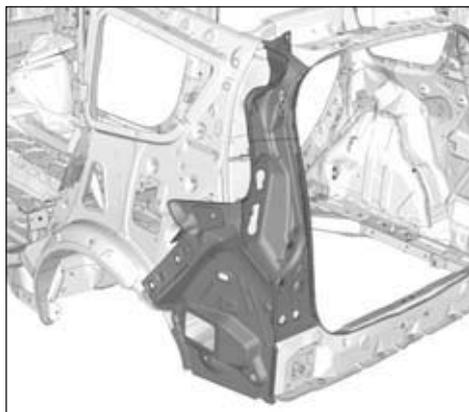

FIG.133
- Respecter la position de la pièce (Fig.133).